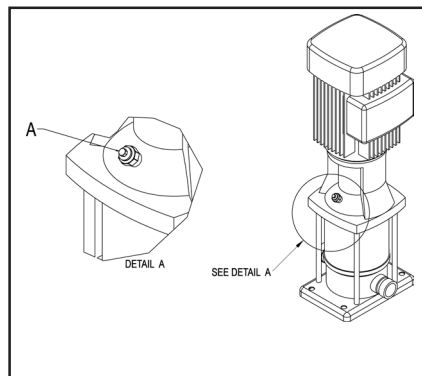

Fig. 3 0627131
4. Den Zusatzstöpsel 1-2 Umdrehungen lockern (A, Fig.3), bis Wasser und Luft herauskommen.